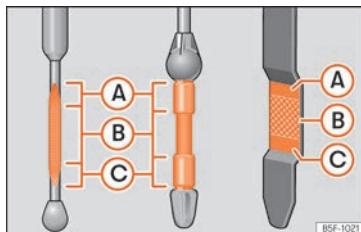

Fig. 270 Varilla de medición del nivel de aceite.
– A continuación, vuelva a extraerla y compruebe el nivel de aceite »» **fig. 270**. En caso necesario, reponga aceite del motor.
- Cuando el nivel de aceite alcance como mínimo la zona » » » **fig. 270 (B)**, enrosque el tapón de la boca de llenado con cuidado » » » **⚠**.
Si el nivel de aceite se encuentra por encima de la zona » » » **fig. 270 (A)**, no arranque el motor. Puede causar daños en el motor y en el catalizador. Informe a un taller especializado.
El nivel de aceite no deberá estar en ningún caso por encima de la zona » » » **fig. 270 (A)**. De no ser así, podría aspirarse aceite por el respiradero del cárter del cigüeñal y llegar